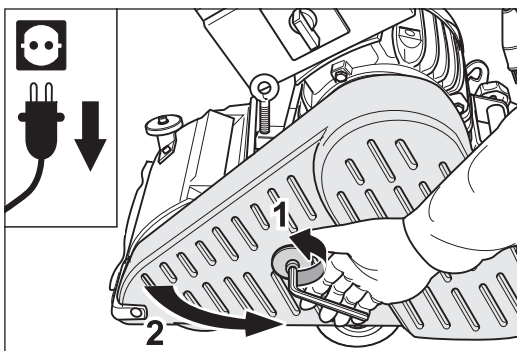

Abb. 51 Den Netzstecker aus der Steckdose ziehen und den Riemenschutz öffnen.
- 5 Öffnen Sie den Riemenschutz (Abb. 51).